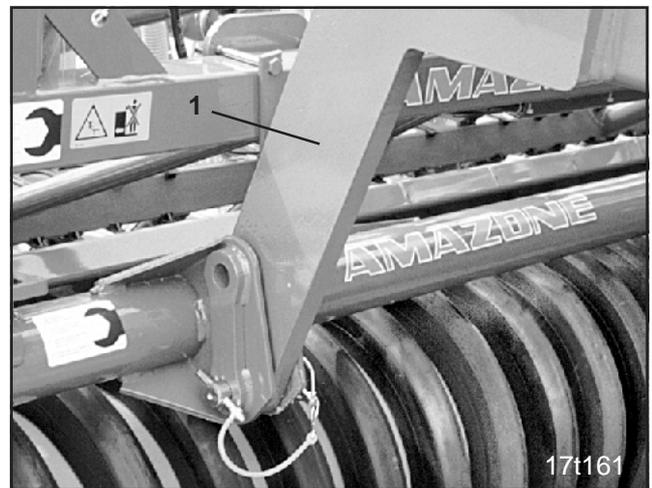

Fig. 7.2
- AMAZONE-Keilringwalze KW580 (Fig. 7.2).
Die Keilringwalzen KW580 sind an den Tragarmen des Klapprahmens (Fig. 7.2/1) zu befestigen.